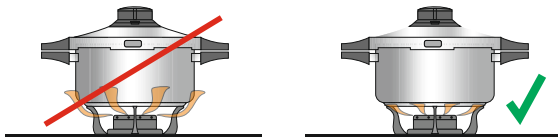

Bild 7
- Der Flammendurchmesser des Herdes, auf den Sie Ihren Topf stellen, entspricht dem Durchmesser des Topfbodens (Bild 7). Er sollte nicht größer sein. Wenn Sie einen Keramik-, Gas- oder Induktionsherd verwenden, vergewissern Sie sich, dass der Boden des Topfes sauber und trocken ist.
Schalten Sie den Herd ein und stellen Sie den Topf auf eine Herdplatte, die so groß ist, wie der Topfdurchmesser (Bild 7).